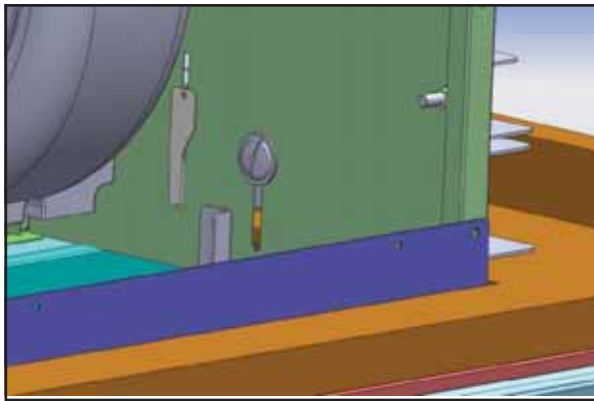

FIG.7
6) 24" Modele. Depuis l'intérieur de la hotte, fixez une (1) vis M4x8 dans chaque support d'installation inférieur. La position de cette vis s'ajuste en fonction de l'épaisseur de l'armoire (Fig.7).